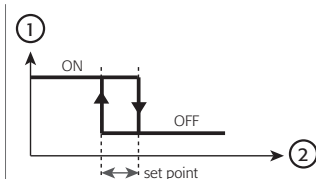

图4.a
- r3=0: 正向运行带除霜。当由传感器1测量的温度升至高于设定点时, 用于请求压缩机动作。这个模式也包括除霜(也称为“冷却”模式, 参考图4.a)。
- r3=1: 正向运行不带除霜。(图4.a)
- r3=2: 反向运行不带除霜(图4.a)。当传感器1测量的温度降至低于设定点时, 用于请求压缩机动作。这个模式不包括除霜(也称为“制热”模式, 参考图4.a)。